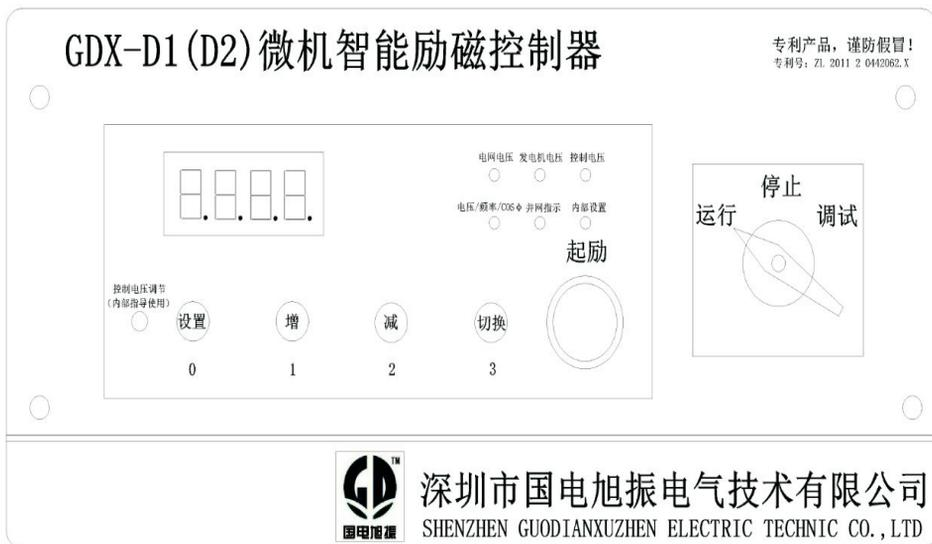

图4（面板图）
- (1)、持续按《设置》键大于 1 秒即进入参数密码设置状态,“内部设置”指示灯闪烁。
- (2)、在“内部设置”指示灯闪烁时输入密码: 1213 (图 4 面板图上有标注)
- (3)、用《切换》键循环递增参数序号,直至数码管闪烁显示你要设置的参数 6。
- (4)、用《增》、《减》键修改参数 6 的值,然后再按《切换》键进入参数 6b,用《增》、《减》键修改参数 6b 的值(按此方法可修改其他参数的值)。
- (5)、在下面的参数设置表中标明为内部参数,由于参数重要,为了避免控制器错乱工作,请不要对内部参数进行修改。
- (6)、停止操作 8 秒后自动退出参数设置状态(或持续按《设置》键 1 秒后也能退出)并存储修改后的参数,参数修改后即可等待并网。